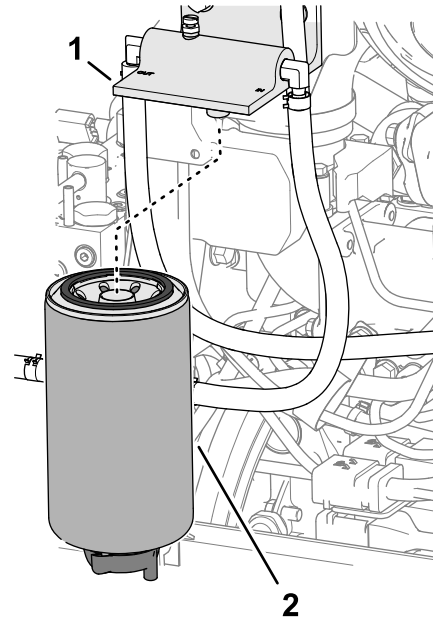

Bild 129
2. Reinigen Sie den Kraftstoff-Wasserabscheidefilter und den Filterkopf (Bild 129).